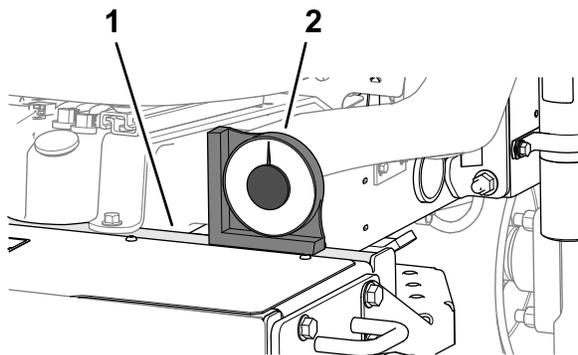

図 6
2. 機体のクロスビーム燃料タンク脇に携帯式の斜面計付属品を置いて、機体が水平になっていることを確認する 図 6。